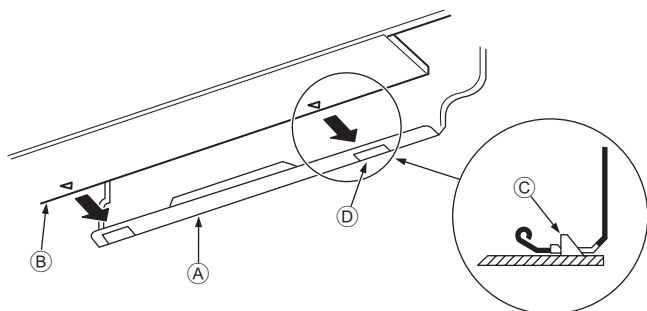

Рис. 3-10
5. Закрепите блок, вдвинув его нижнюю часть в монтажную плиту (ⓐ). (Рис. 3-10)